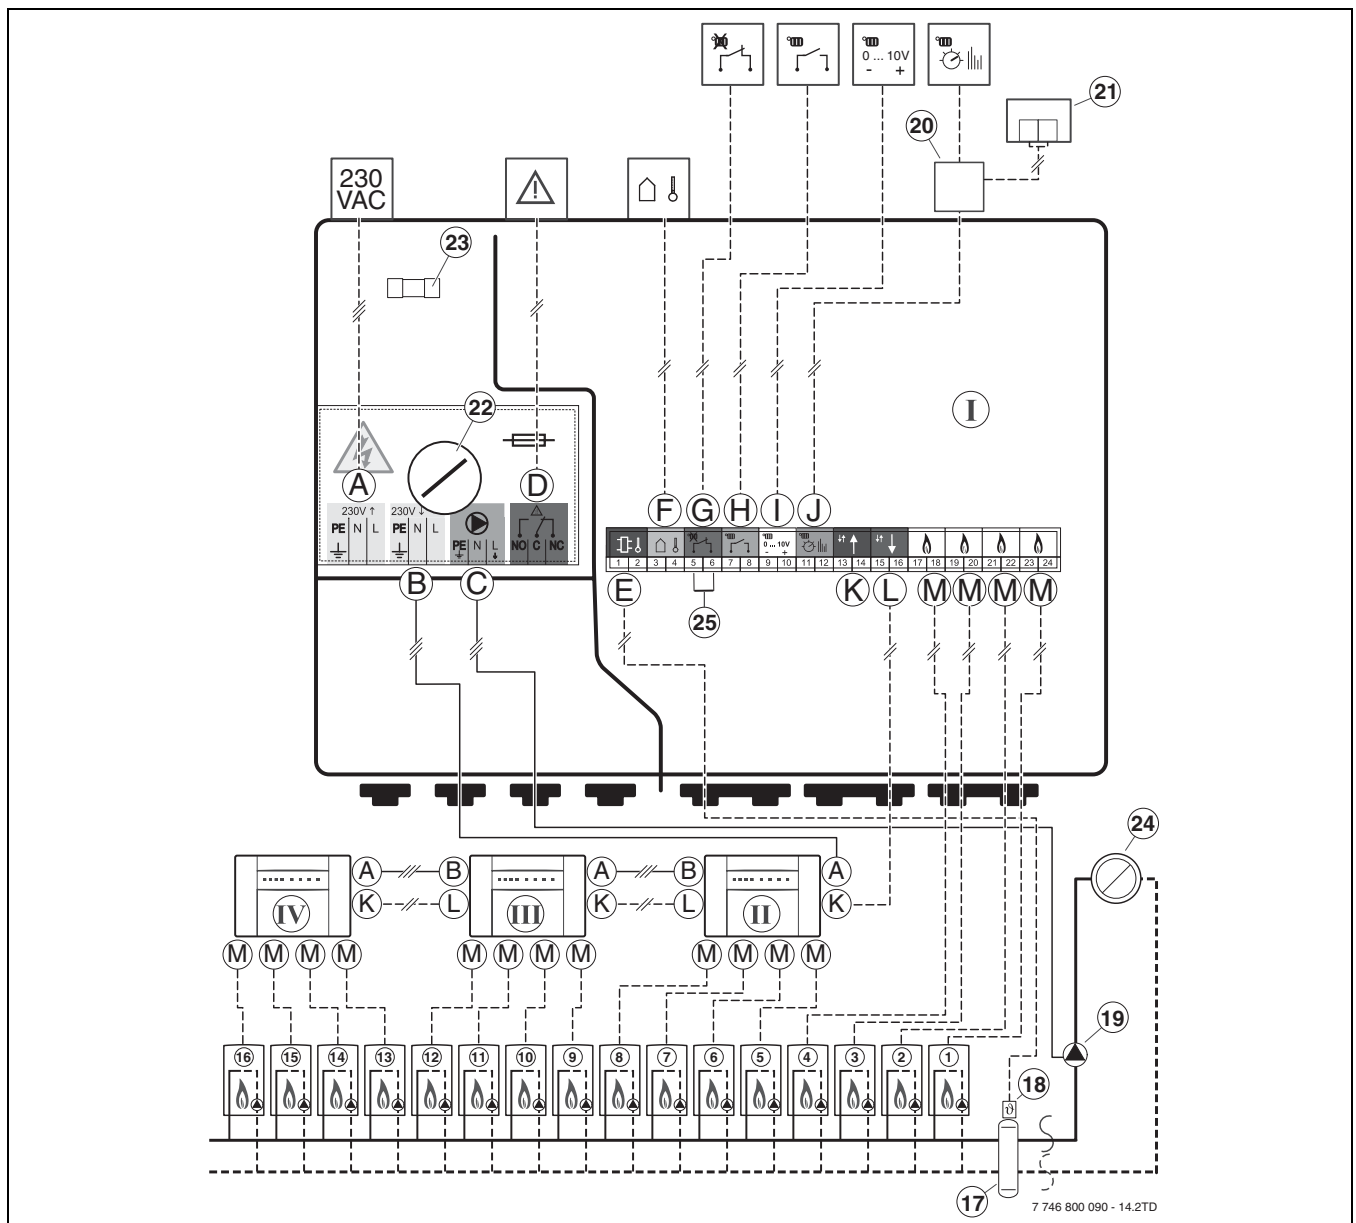

Рис. 5
1) в рис. 5, стор. 29
Модулі ICM регулюють опалювальні прилади відповідно до потреби у теплі, що обчислюється регулятором опалення. Для регулювання відповідно до потреби у теплі модулі ICM повинні завжди мати зв'язок з опалювальним приладом (→ рис. 5, клеми H, I або J). В залежності від того, який використовується регулятор опалення, існують чотири можливі варіанти системи (→ Табл. 5).
Один модуль ICM може керувати максимум чотирма опалювальними приладами. Через об'єднання від одного до чотирьох модулів ICM можливо керувати максимум 16 опалювальними приладами в каскаді (→ рис. 5). При цьому модуль ICM переймає регулювання каскадом (ICM - головний).
Інша перевага цього варіанта системи - це можливості комунікації модуля для керування контуром опалення (IPM) з модулем ICM через загальну шину паралельно до підключення J на модулі ICM (→ рис. 5 на стор. 29). Таким чином забезпечується оптимальне узгодження продукованої кількості тепла з фактичним запитом
Якщо наявний наступний модуль, наприклад, модуль ICM (→ поз. 21 на рис. 5 на стор. 29), необхідно підключити до шини регулятора опалення (паралельно до підключення J на модулі ICM).
Щоб уникнути проблем з контактом на клемі в головному ICM, рекомендується користуватися коробкою розгалуження (→ поз. 20, рис. 5 на стор. 29).
- Прокладання дроту виконати обов'язково згідно схеми підключення (→ рис. 5 на стор. 29).
(Схема підключення → рис. 5 на стор. 29):
В сполученні з регулятором опалення з 2-дротовим шинним керуванням зовнішньою температурою AF 2 обов'язково необхідно підключити до модуля ICM (головний ICM) (→ рис. 5 на стор. 29), не до опалювального приладу.